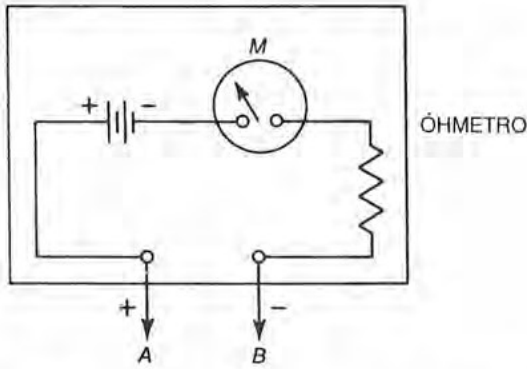

Figura 1-7. Polaridad de las puntas de conexión de un óhmetro.
La verificación de resistencia es un método algo burdo para probar el funcionamiento de un diodo semiconductor. Como se recordará, la polaridad de las terminales de la batería de un óhmetro aparece en las puntas de conexión. En la figura 1-7, la punta A es positiva y la punta B es negativa. Al probar con un óhmetro un diodo cuyo funcionamiento es normal se encuentra que la resistencia directa de dicho diodo es baja y que la resistencia inversa es elevada. Por lo tanto, si la punta de conexión positiva del óhmetro (A en la figura 1-7) se conecta al ánodo del diodo y la punta de conexión negativa (B) al cátodo, el diodo estará polarizado directamente. La corriente fluirá y el diodo medirá una resistencia baja. Por otra parte, si se invierten las puntas de conexión del óhmetro, el diodo estará polarizado inversamente. Fluye poca corriente y el valor de la resistencia del diodo es elevado. Si un diodo semiconductor presenta una resistencia directa muy baja y una resistencia inversa baja, es probable que esté dañado (fundido). Por otra parte, una resistencia directa extraordinariamente alta o infinita, indica que el diodo está abierto.
La batería de un óhmetro no electrónico, como el de la figura 1-7, es de 1.5 V o más. Por lo tanto, es capaz de polarizar directamente un diodo de unión de silicio con un valor mayor que los 0.7 V necesarios para la conducción. De manera similar, puede polarizar un diodo de unión de germanio a más de los 0.3 V necesarios para la conducción. Por esto es posible llevar a cabo pruebas en diodos semiconductores con un óhmetro. Sin embargo, en la localización de fallas de algunos circuitos semiconductores se utilizan óhmetros electrónicos de baja potencia (LP), en los cuales el voltaje de punta de conexión es menor a 0.7, e incluso 0.3 V. La función correspondiente a ohms de baja potencia ($LP\Omega$) de este tipo de óhmetro no sirve para medir la resistencia directa de un diodo, ni puede identificar el ánodo o el cátodo de un diodo. Por fortuna, el fabricante proporciona, además de la función *ohms de baja potencia*, una función para ohms normales. Las pruebas de resistencia de un diodo semiconductor se llevan a cabo mediante la función *ohms normales* del óhmetro.